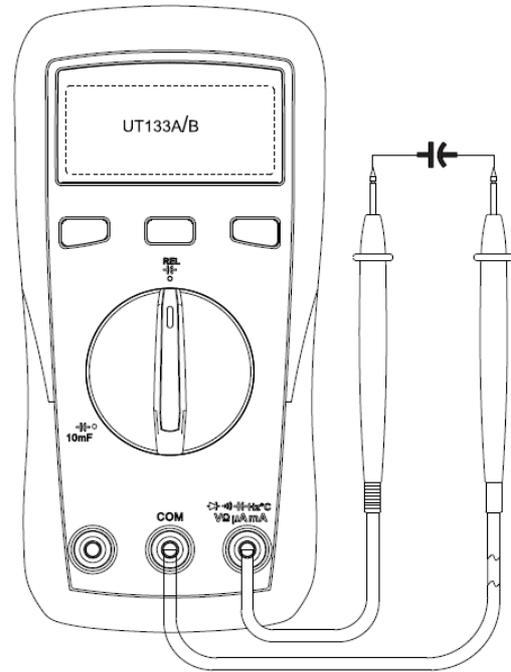

Рисунок 3
**8.5. Измерение емкости (см. рисунок 3)**